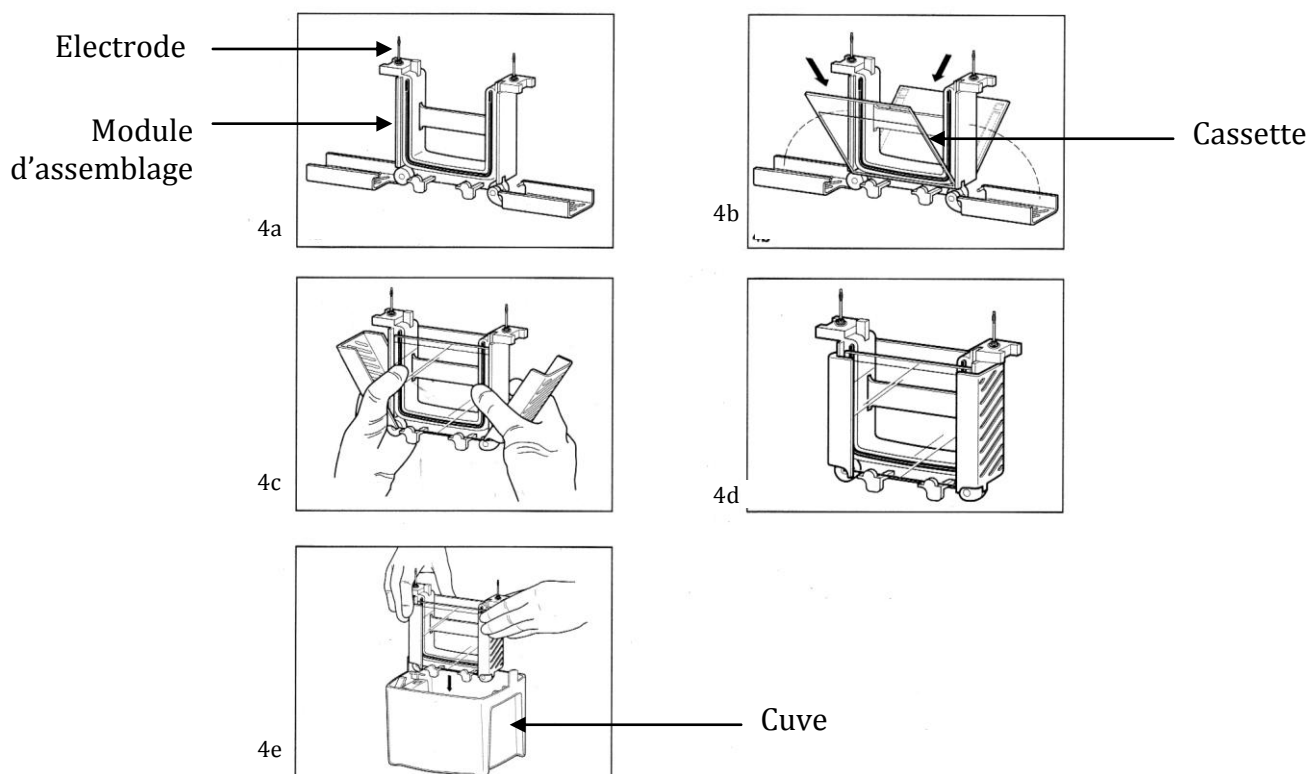

Figure 2 : Assemblage du module électrophorétique
-Placer le module d'assemblage sur une surface plane en position ouverte (**figure 2 a**)
-Placer la seconde cassette (ou le « Buffer Dam » si le nombre de gels est impair) de l'autre côté du module d'assemblage. La plaque courte de la cassette est positionnée vers l'intérieur du module d'assemblage. Maintenir la cassette à un angle de 30° (**figure 2 b**).
-D'une main, maintenir les cassettes contre les joints verts. De l'autre main, fermer les armatures vertes du module d'assemblage sur les cassettes. (**figure 2 c**).
- Remplir les puits avec les échantillons (voir paragraphe suivant 4.3). (**figure 2 d**).